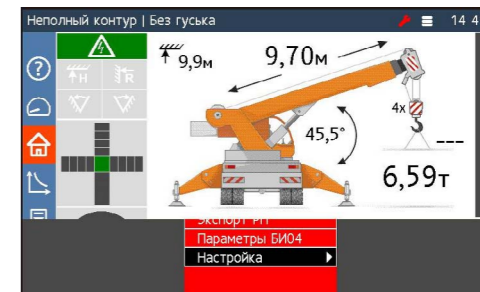

Рисунок 14. Меню «Настройка»
- нажатием кнопки **4** выбрать пункт меню «Настройка» (рисунок 14), затем кнопку **6**;